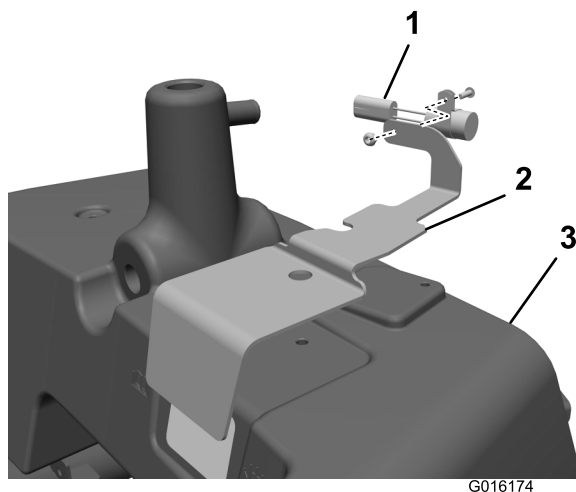

Figura 3
12. Instale el temporizador de retardo en la tapa de la mirilla de aceite (modelo diesel solamente) (Figura 3).
13. Coloque la tapa de la mirilla de aceite en su sitio, pero no la sujete todavía al depósito hidráulico principal (Figura 3).
19. Instale la tapa de la mirilla y la válvula de solenoide en el depósito hidráulico principal utilizando 2 pernos de cabeza hexagonal y el soporte del protector (Figura 3).